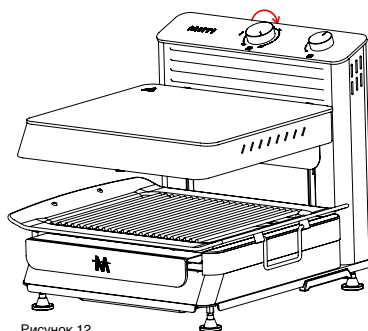

Рисунок 12
- Поверните ручку регулировки мощности на 100, дайте изделию поработать на холостом ходу примерно ~ 5-10 минут, а затем выключите его. Таким образом сжигаются и очищаются любые отходы и слои, которые могли остаться в изделии в процессе производства. Во время этого процесса из-за нагревательных элементов от продукта может возникнуть единичный запах и дым. Проветривайте помещение, чтобы вас не беспокоил запах и дым. (Рисунок 12).